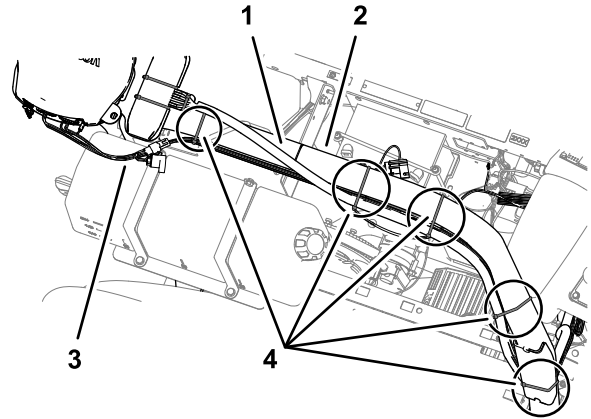

Figura 162
1. Enrute el arnés de datos de navegación y eléctrico por el tubo derecho de la barra antivuelco y el arnés de la antena del módem hasta el travesaño del soporte del asiento (Figura 162).
2. Sujete los arneses a la barra antivuelco con 5 bridas, como se muestra en la Figura 162.